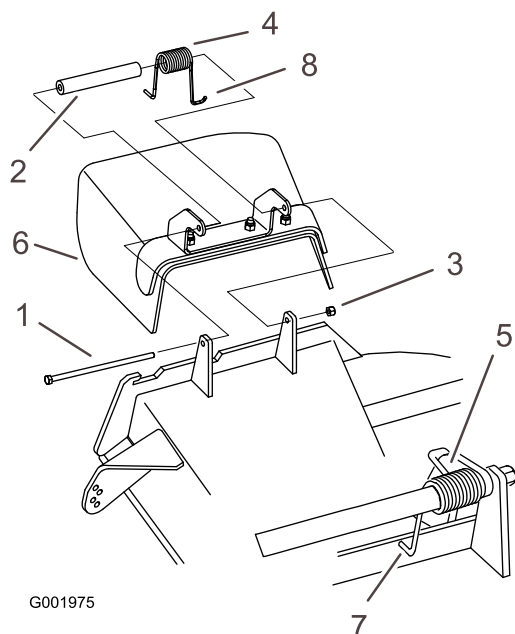

Figura 60
1. Retire a porca de bloqueio, parafuso, mola e espaçador que prendem o defletor aos suportes da articulação (Figura 60).
Nota: Certifique-se de que uma extremidade **J** da mola está instalada por trás da extremidade da plataforma antes de instalar o parafuso como se mostra na Figura 60.
3. Instale o parafuso e a porca. Coloque uma extremidade do gancho em J da mola em redor do defletor de relva (Figura 60).